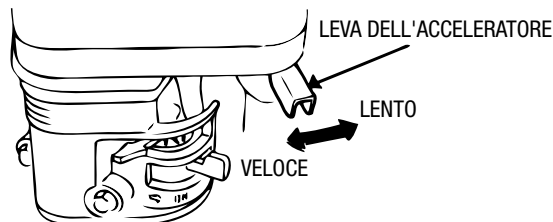

Figura 45. Leva dell'acceleratore
1. Posizionare la **leva dell'acceleratore del motore** (figura 45) sulla posizione **LENTO** e sentire diminuire la velocità del motore. Far raffreddare il motore per 2 o 3 minuti.
2. Posizionare la **leva dell'acceleratore** del motore (figura 45 o 50) sulla posizione **LENTO** e sentire diminuire la velocità del motore. Far raffreddare il motore per 2 o 3 minuti.